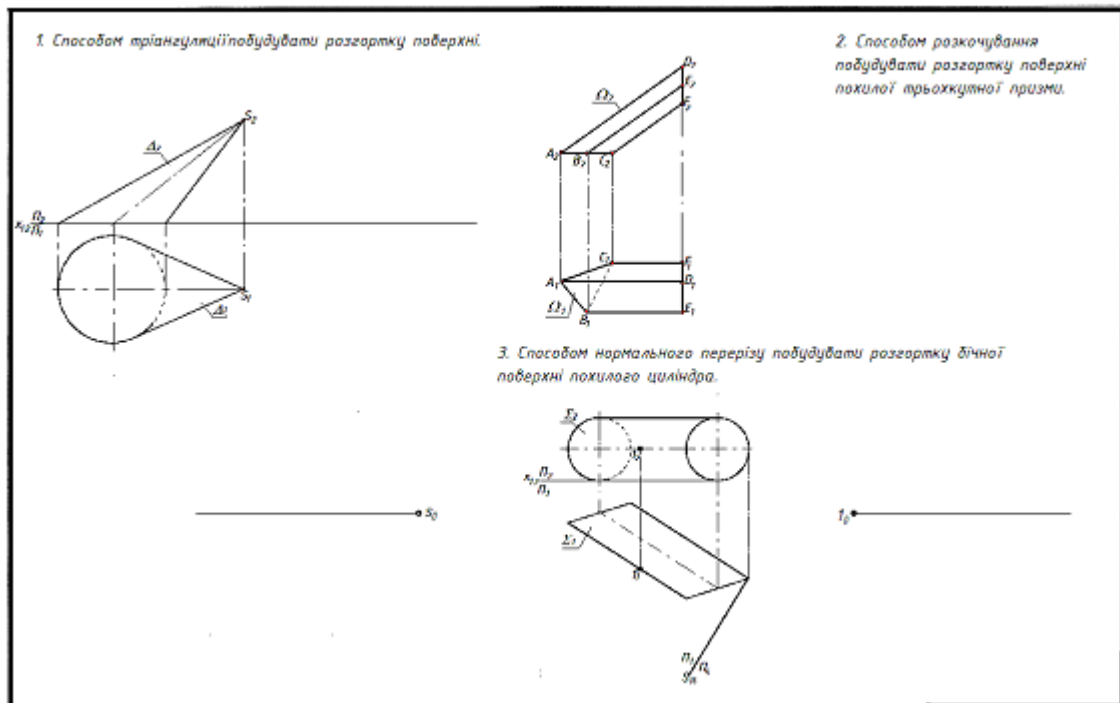

Рис. 13 – завдання № 4 д.
13. Для виконання завдання № 4 д (рис. 13).- треба ознайомитись з теоретичним матеріалом лекції та виконати розгортки конусної, призматичної та циліндричної поверхонь.